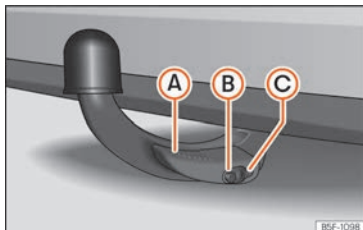

Abb. 270 Ordnungsgemäß befestigter abnehmbarer Kugelkopf
- Der Hebel **A** » » » **Abb. 270** ist vollständig angehoben.
- Der Entriegelungsbolzen **B** » » » **Abb. 270** steht komplett heraus (sein rot-grüner Teil ist sichtbar).
- Die Abdeckung **C** » » » **Abb. 270** sitzt auf dem Schloss.